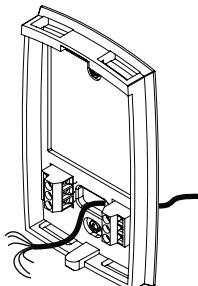

Figure 2
- ③ Placer la plaque murale contre le mur et marquer au crayon l'emplacement des trous.
- ④ Percer les trous aux endroits marqués et insérer les chevilles d'ancrage fournies.
- ⑤ Passer les fils par la grande ouverture située au centre inférieur de la plaque murale selon la figure 2.